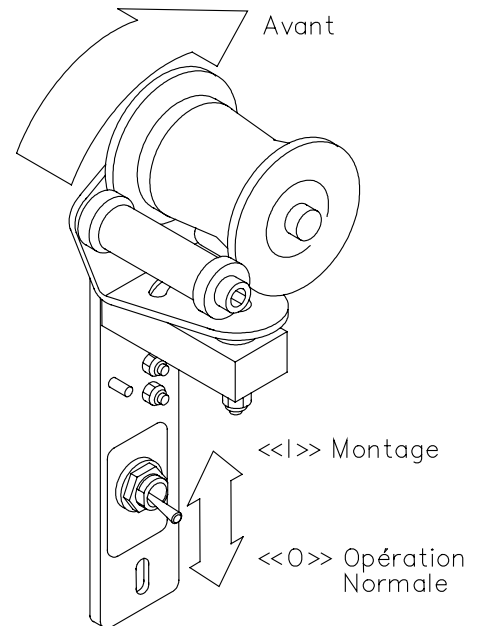

Figure 2
Note : Le système à disque optonumérique **SCDC** (Régulation numérique à étalonnage automatique) utilise des galets d'entraînement (Figure 2) pour régler les fonctions de bobinage avant et arrière de chaque disque optonumérique. Lorsqu'un disque optonumérique n'est pas utilisé ou est utilisé comme disque optonumérique de **bobinage avant**, le galet d'entraînement est penché vers l'arrière. Lorsque le film est acheminé par la poulie du galet d'entraînement, le galet
2. Placez l'interrupteur de montage sur tous les galets d'entraînement (Figure 2) est à la position « **O** » (vers le bas).
6. Tournez le disque optonumérique de rebobinage à la main pour augmenter la tension du film. Au fur et à mesure où la tension du film tire sur le galet d'entraînement (Figure 2) vers l'avant, le disque optonumérique de **Rebobinage** tournera et soulèvera le chariot d'appel du film.